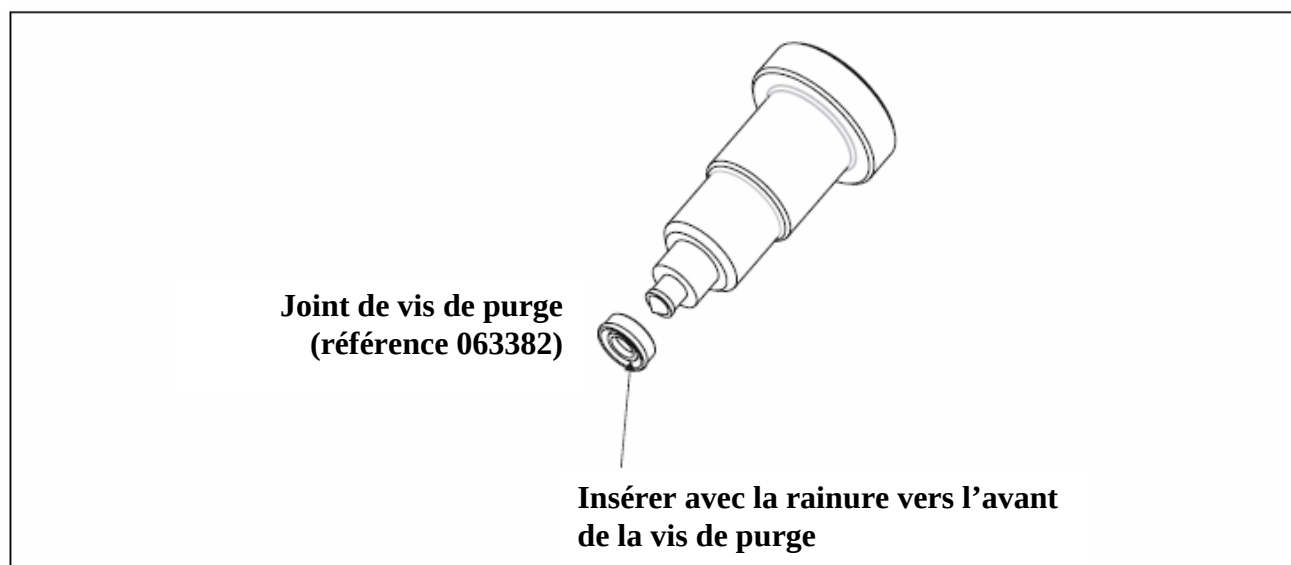

Figure 9.7. Remplacement du joint de vis de purge.
- Retirer l'ancien joint du bout de la vis de purge (voir figure 9.7). Ceci abîme le joint et le rend inutilisable.
- S'il est correctement installé, la rainure du joint est placée vers l'avant de la vis de purge (voir figure 9.7). Tenir le nouveau joint (référence 063382) délicatement, pour éviter de l'abîmer ou d'écraser les bords (avec les ongles), et le faire glisser sur la vis de purge.